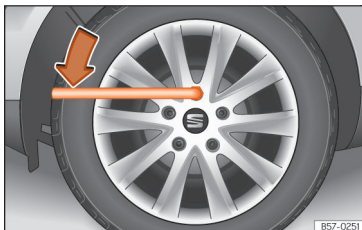

Abb. 223 Radwechsel: Radschrauben lockern
- Radschlüssel bis zum Anschlag auf die Radschraube schieben >>> **[Abb. 223]**.